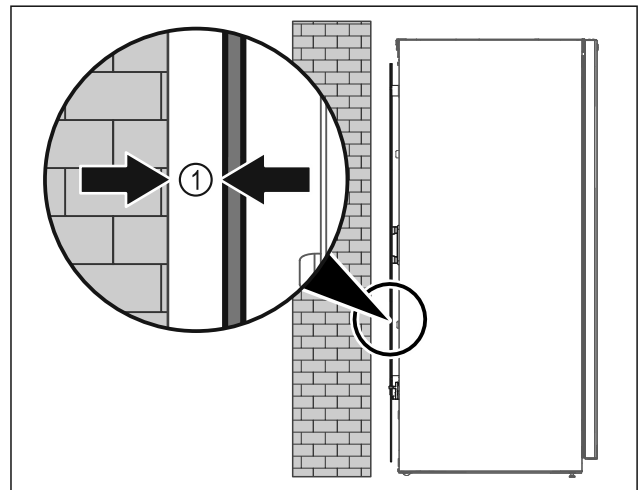

Fig. 10
- ▶ Ustavte spotřebič buď volně v místnosti nebo přímo u stěny v minimální vzdálenosti 5 mm Fig. 10 (1).